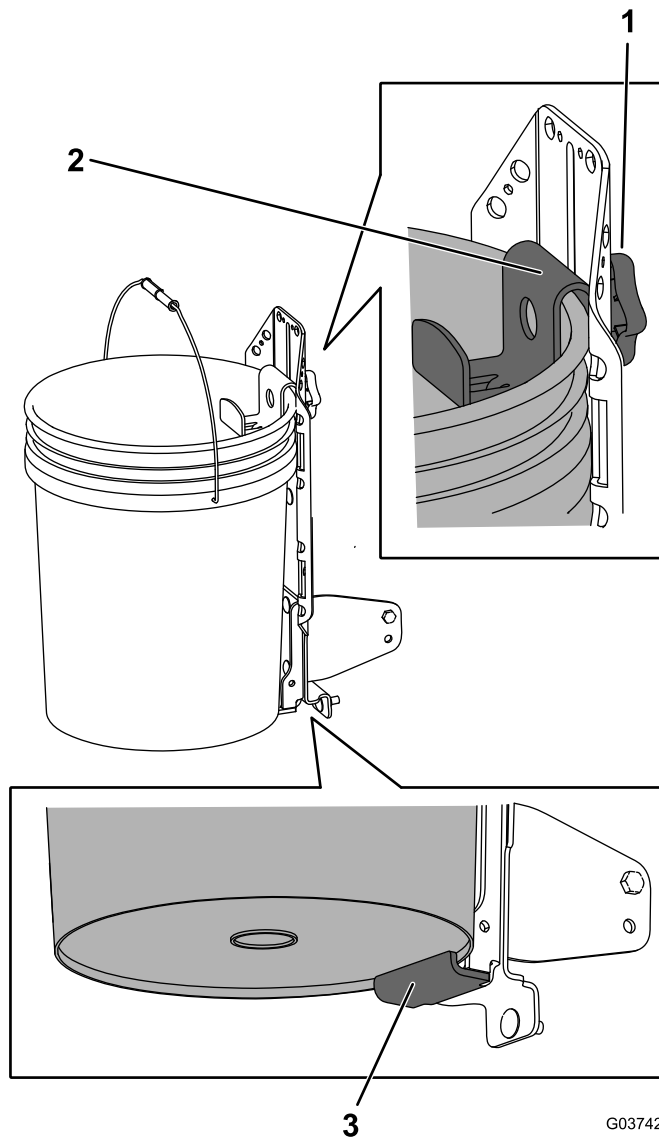

Рисунок 6
1. Ослабьте ручку и поднимите верхний кронштейн. Затяните ручку, чтобы удерживать его на месте (Рисунок 6).
2. Установите нижнюю кромку ведра поверх нижнего выступа сварного опорного кронштейна (Рисунок 6).
3. Ослабьте ручку и опустите верхний кронштейн как можно ниже на обод ведра. Затяните ручку (Рисунок 6).